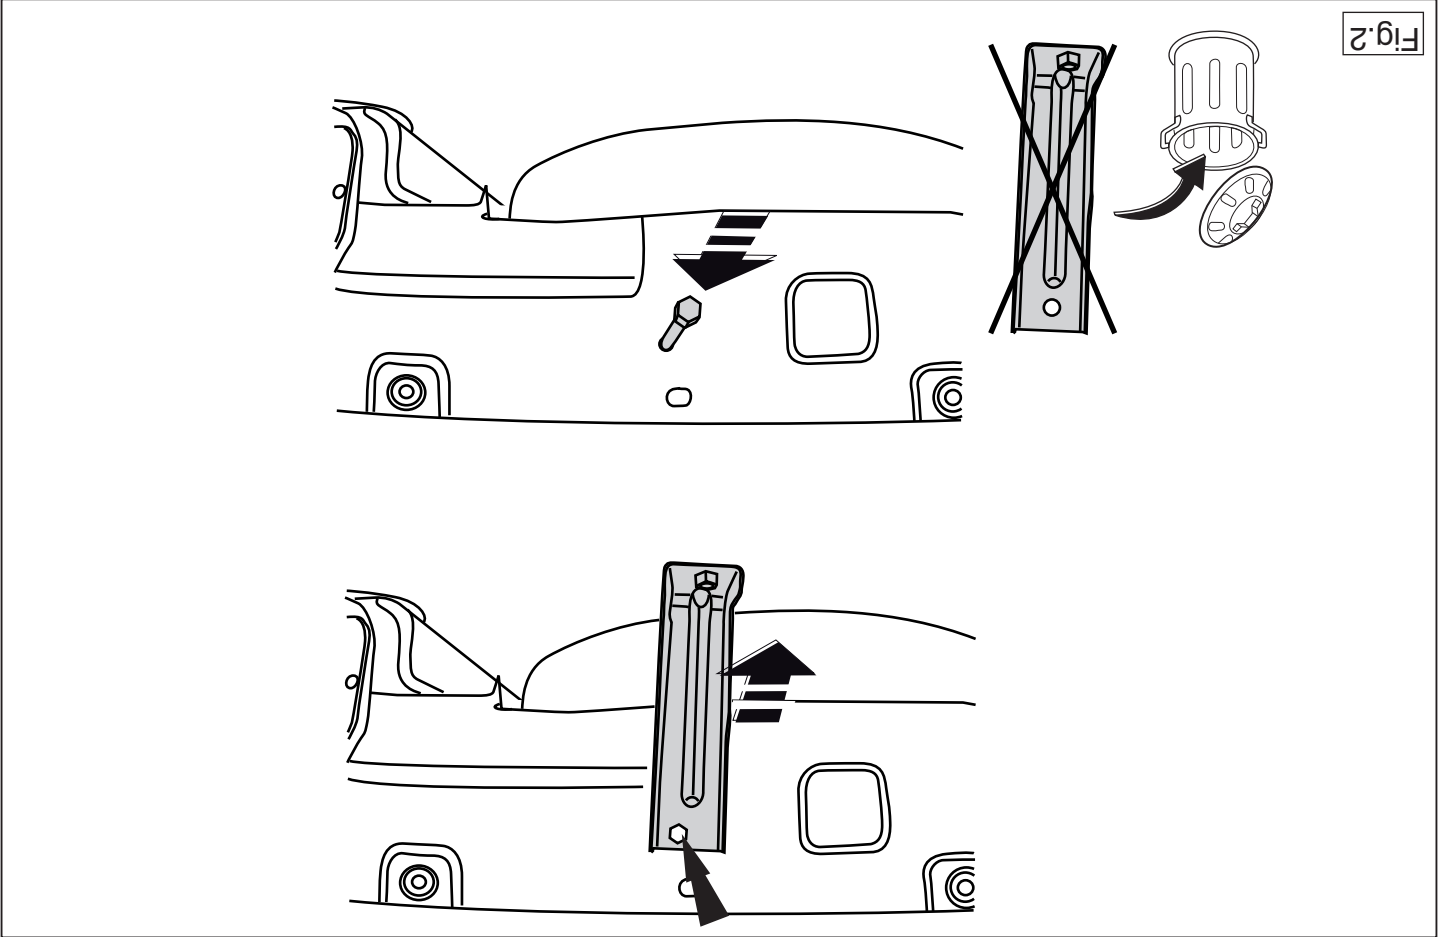

Fig.2
3. Remove the bumper support. Replace the bolt. See figure 2.
3. Die Stoßstangenhalterung abmontieren. Die Schrauben wieder anbringen. Siehe Abbildung 2.